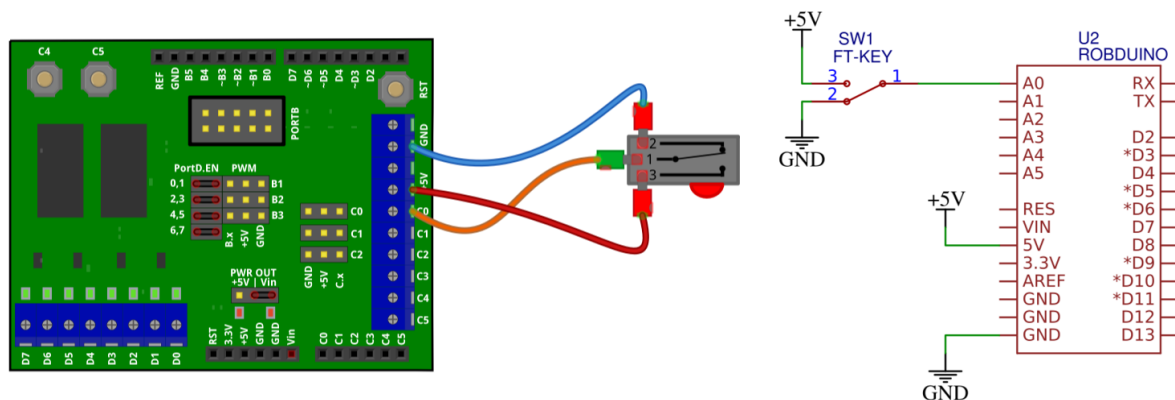

Figure 2: Priključitev tipke.
1. Priključite stikalo po shemi na fig. 2.